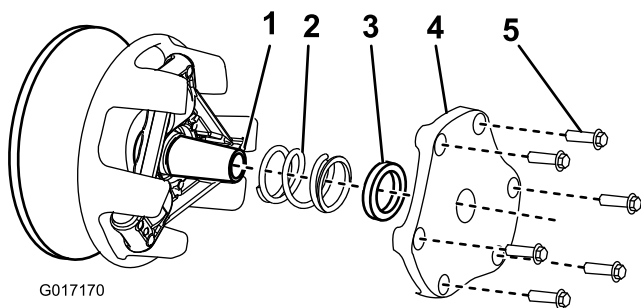

Рисунок 61
4. Отложите в сторону крышку, разделитель и пружину (Рисунок 61).